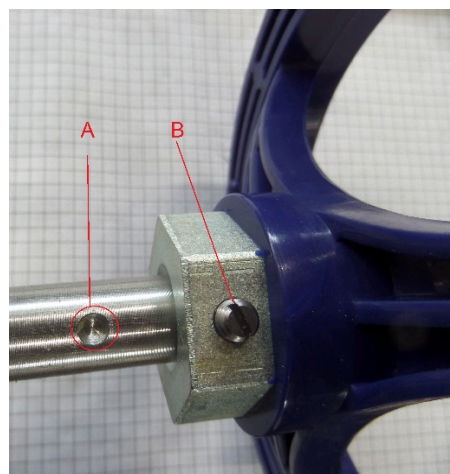

Рис.5 Установка штурвала
- распаковать штурвал. На вале механизма управления положением варочного сосуда совместить метку А с винтом В на штурвале (см. рис.5). Используя отвертку с плоским шлицом установить винт «В» до упора. Поворачивая штурвал проверить работу механизма опрокидывания варочного сосуда. Установить варочный сосуд в вертикальное положение.